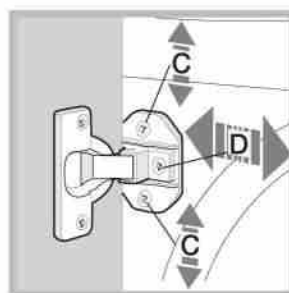

Fig. 7
- جهت قرار دادن پنل چوبی در دو جهت عمودی و افقی، از پیچهای C و D همانطور که در (fig 7) نشان داده شده، استفاده نمایید.